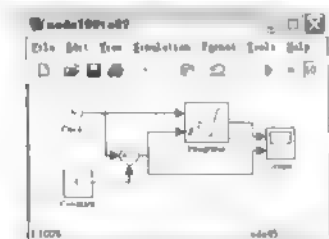
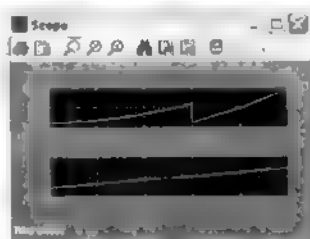

图 9.3 利用上升信号进行复位积分操作模型
图 9.4 结果图
- (1) 构造 Simulink 模型如图 9.3 所示，保存文件为 model09to02.mdl
- (2) 双击积分模块，在弹出的对话框中在 External reset 下拉列表框中选择 rising 选项，在 Initial condition source 下拉列表框中选择 internal 选项，在 Initial condition 文本框中输入 5，单击 OK 按钮完成设置并关闭参数对话框。
- (3) 运行仿真，在 Simulink 窗，I 中选择 Simulation Start 命令，进行系统仿真。
- (4) 查看结果，如图 9.4 所示。